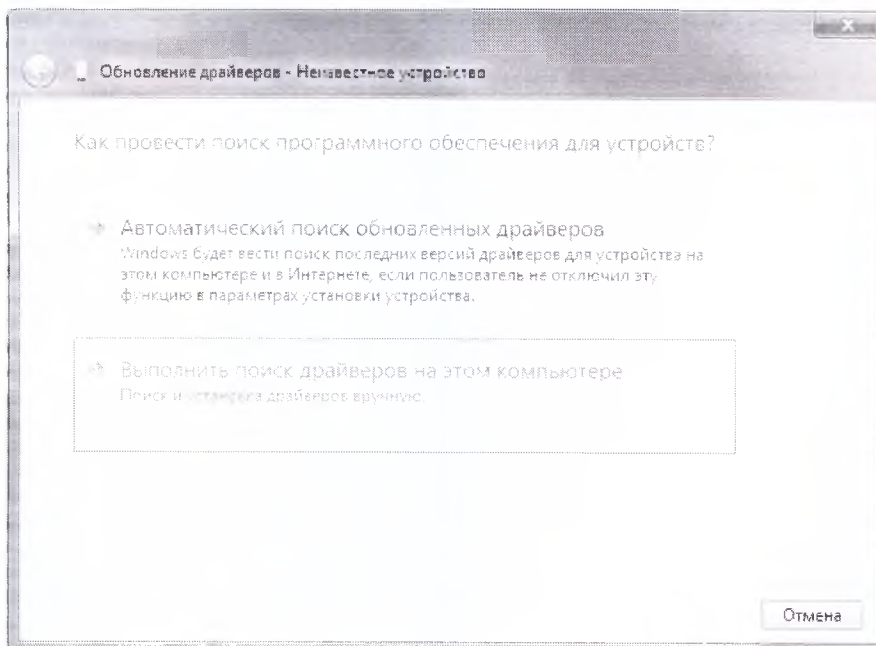

Рисунок 4 – «Поиск драйверов»
5) Нажать «Выполнить поиск драйверов на этом компьютере» (рисунок 4).